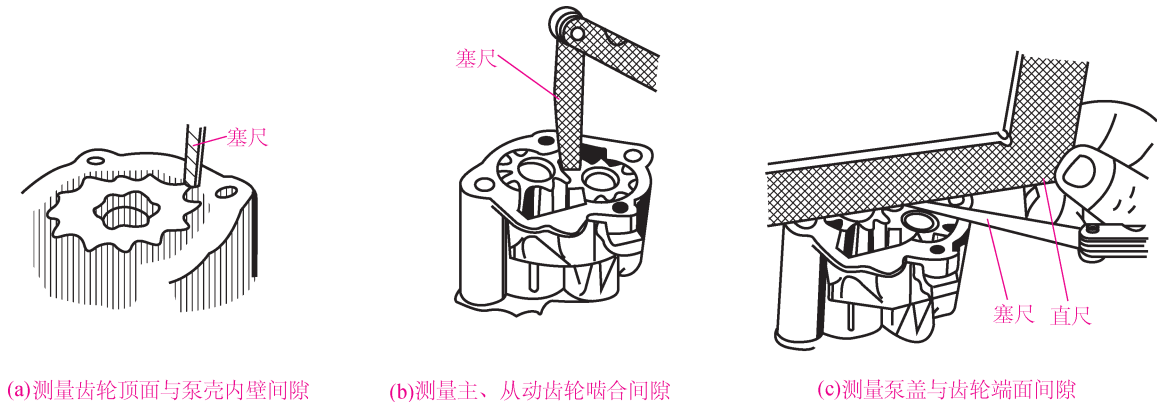

图 3.1-3 齿轮式机油泵配合间隙的检查
- (1) 分解机油泵。
- (2) 清洗机油泵。
- (3) 检查配合间隙（见图 3.1-3），并记录数据（见表 3.1-1）。